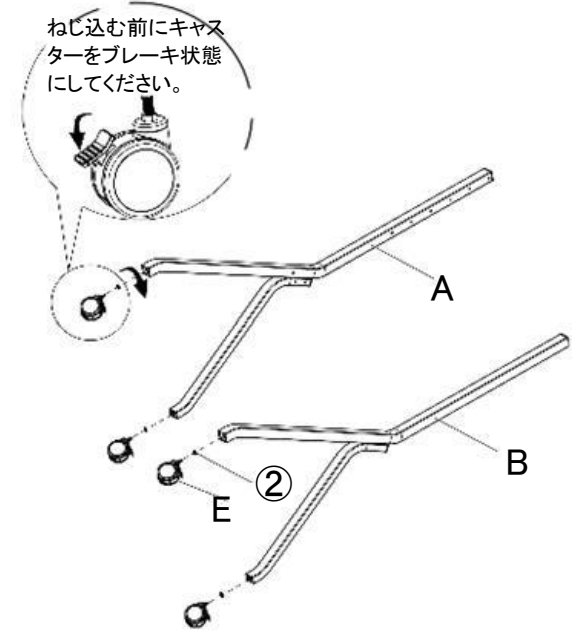

図 1
キャスターをブレーキ状態にして、スタンドにねじ込みます。ワッシャ②を忘れずに取り付けて下さい。(図 1)